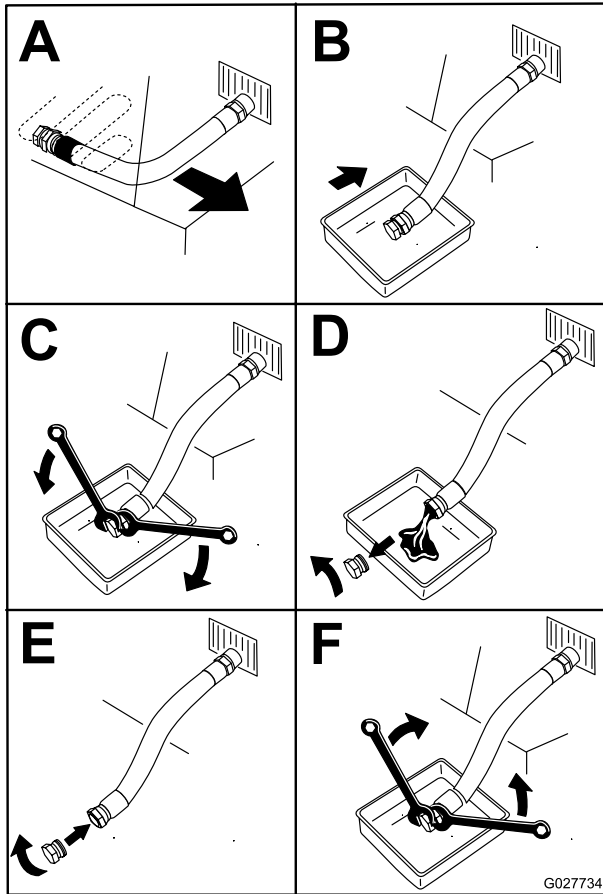

Figure 47
4. Avant de quitter la position d'utilisation, coupez le moteur, retirez la clé de contact et attendez l'arrêt complet de toutes les pièces mobiles (**Figure 47**).